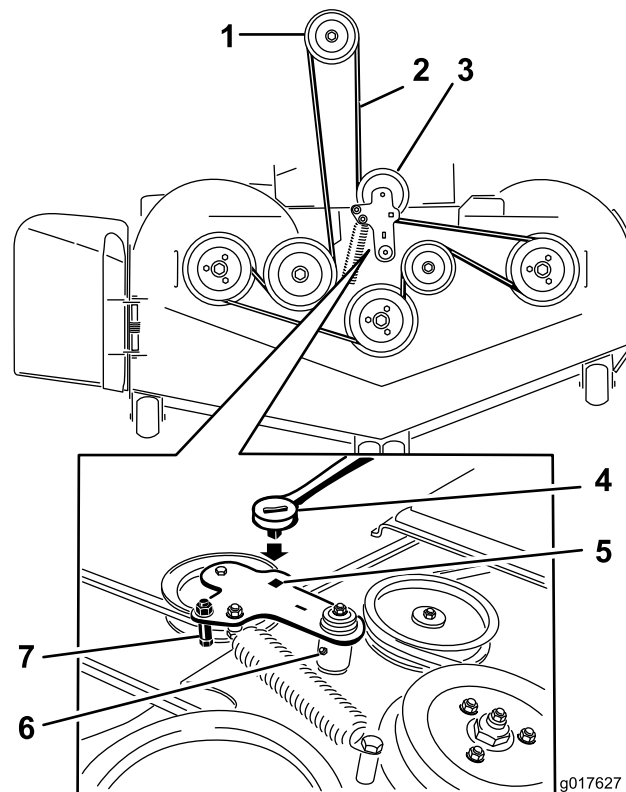

**Figura 55**
4. Retire las cubiertas de la correa (Figura 55).